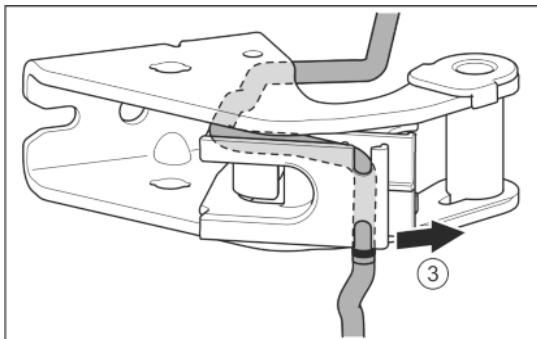

Fig. 28
- Высвободить кабель из направляющей. Fig. 28 (3)